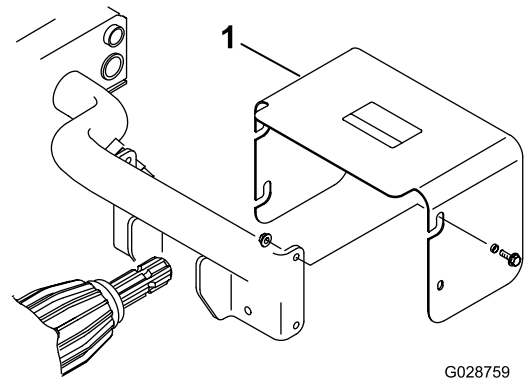

図 21
9. キャップネジ4本、スペーサー2個、およびロックナット4個を使って、PTOシールドをリアフレームチューブに取り付ける (図 21)。